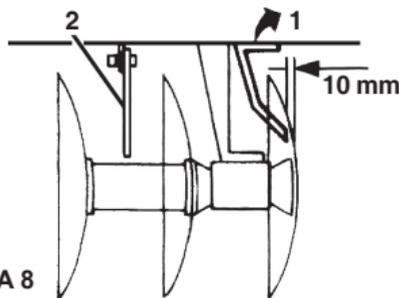

FIGURA 8
- 18 - Fixar os limpadores item 1 figura 8 nas armações dianteira e traseira deixando uma folga de mais ou menos 10 mm entre o disco e o limpador.
- 19 - Colocar também os limpadores centrais item 2, figura 8 nas armações dianteira e traseira.